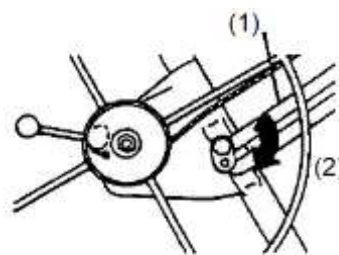

Figure 5
5. Repoussez légèrement le treuil vers le cadre. La barre de verrouillage sera automatiquement engagée de manière à ce que le treuil reste allongé (Fig. 5).